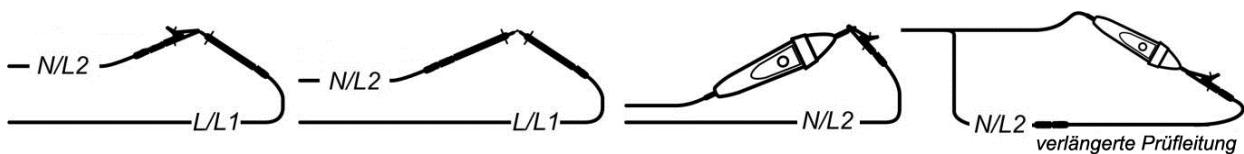

Abbildung 5.13: kurzgeschlossene 3-Leiter-Prüflleitung und optionale Commander-Prüfspitze (044155)
- ❑ Schließen Sie die Prüflleitungen an das Prüfgerät und schließen Sie die Prüflleitungen kurz (siehe Abbildung 5.13).